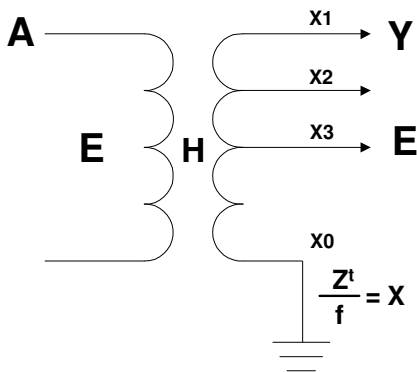

Figura 1. X0 sólidamente puesto a tierra.
- b) “Jaula de Faraday”, bote o carcasa del Transformador bien acoplada a tierra mediante una muy baja impedancia total, ($Z^R+Z^C+Z^L$) contra frecuencia en un rango mínimo de 40Hz a 3.5GHz (véase figura 1).